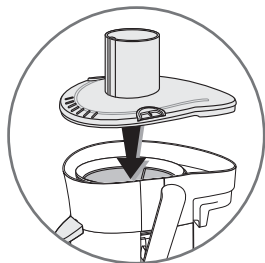

fig.4
- Positionnez le couvercle (C) sur le bloc moteur (H) (**fig. 4**).